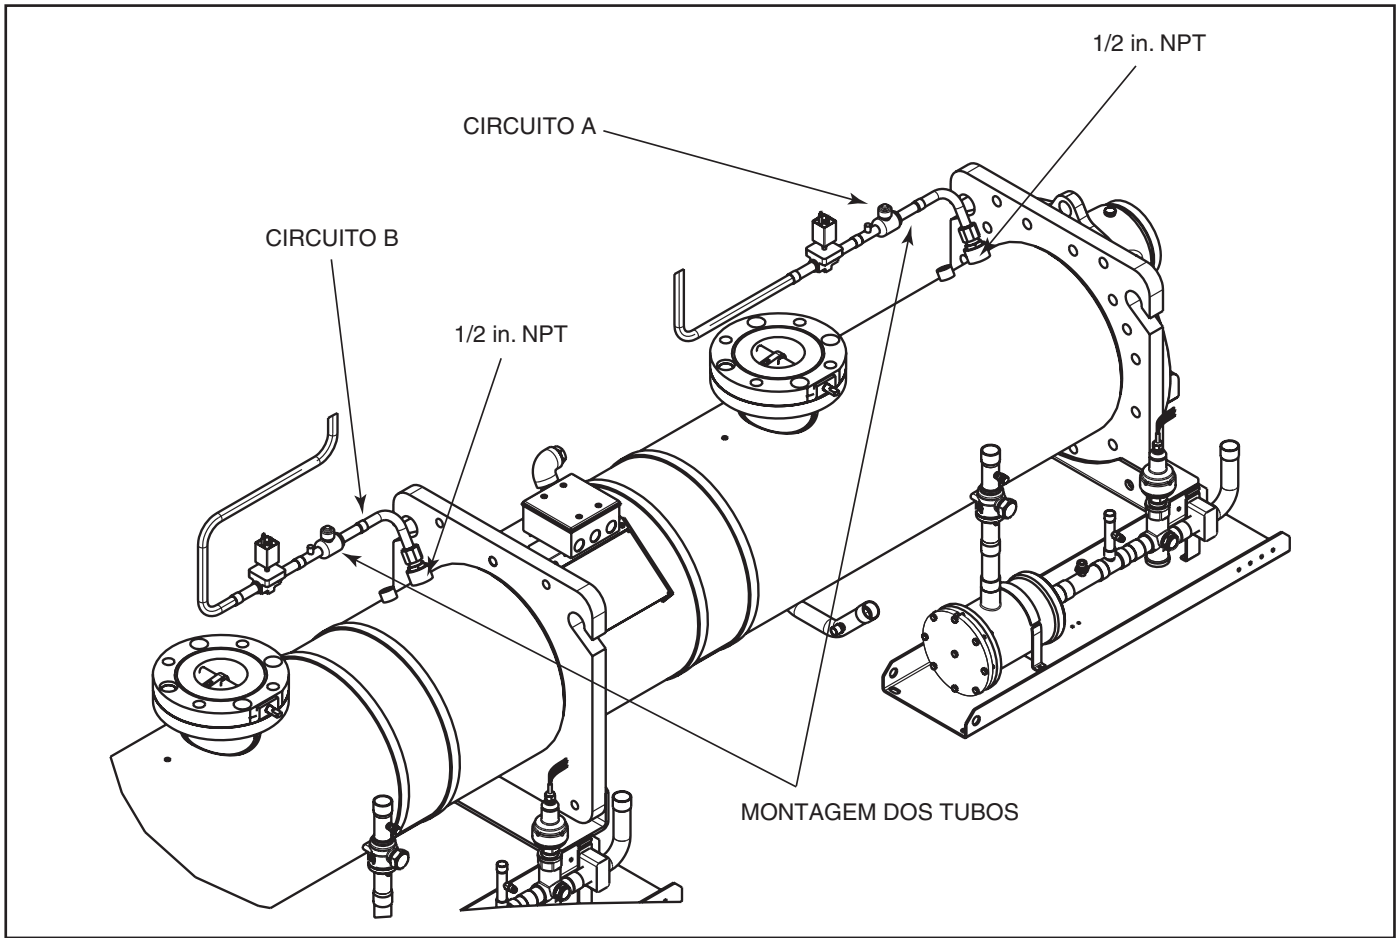

Fig. 47 - Típica Instalação da Montagem do Tubo da Válvula Solenoide
Consulte a Fig. 47.
3. Remova os plugues de tubo NPT de 12,7 mm (1/2 in.) da parte superior do evaporador. Utilize o composto de vedação de rosca e instale um anel O-Ring (ORS) de 1 in.-14 x adaptador NPT de 12,7 mm (1/2 in.) para cada circuito. Lubrifique levemente cada anel O-Ring com O-lube e conecte a montagem do tubo para cada adaptador. Consulte a Fig. 47. e certifique-se de conectar a montagem de tubo correta ao evaporador.